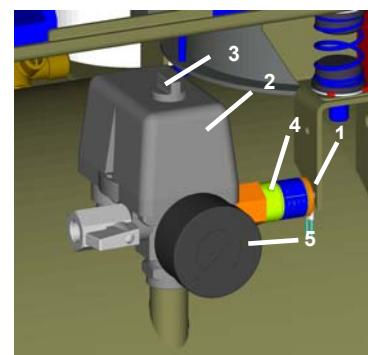
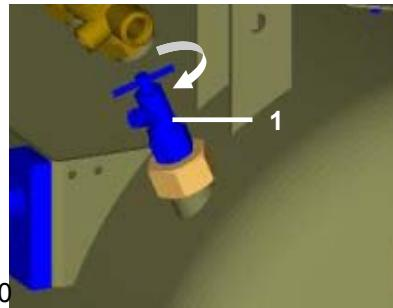

Рис.9
Рис.10
(Рис.9)
#### Компрессоры (Рис.10)
#### (Рис.9)
В том случае, если компрессор не будет применяться длительное время, рекомендуется слить конденсат из напорного резервуара и компрессор потом запустить в эксплуатацию примерно на 10 минут с открытым клапаном для слива конденсата (1) (Рис.10). Потом выключить компрессор выключателем (3) на реле давления (2) (Рис.9), закрыть клапан для слива конденсата и отсоединить оборудование от электросети.
- Отсоединить оборудование от электросети. Выпустить давление воздуха в напорном резервуаре, открывая клапан для выпуска конденсата (1) (Рис.10).